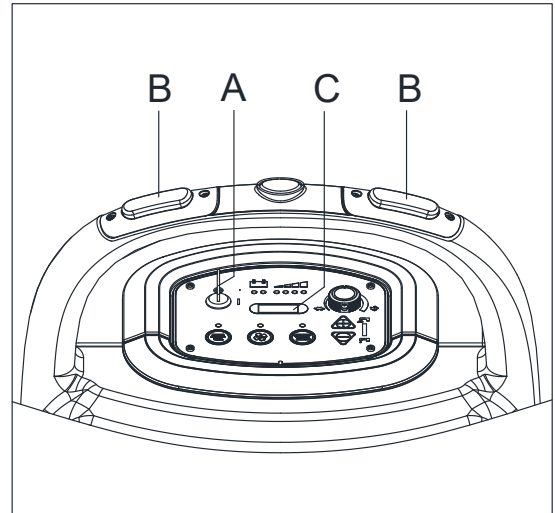

Figura 22
1. Ruotare la chiave di accensione (A, Figura 22) su "I".
2. Premere l'interruttore (B) e leggere sul contatore (C) il numero totale di ore di lavoro (lavaggio / asciugatura) eseguite dalla macchina.
3. Premere di nuovo l'interruttore (B).
4. Ruotare la chiave di accensione (A) su "0".
1. Ruotare la chiave di accensione (A, Figura 22) su "0".